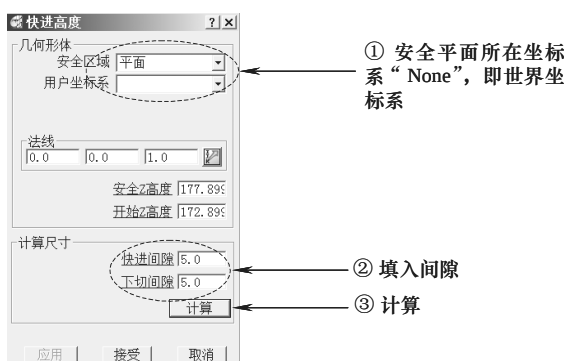

图 5-7 设置快进高度
(3) 计算安全高度 在 PowerMILL “综合”工具栏中,单击“快进高度”按钮,打开“快进高度”表格,按图 5-7 所示设置参数,单击“接受”按钮关闭表格。